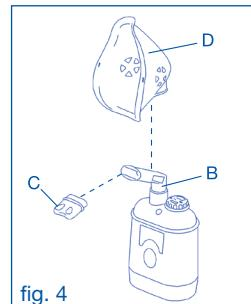

fig. 4
- 4.** Asseyez-vous confortablement, prenez le nébuliseur, portez l'embout buccal (B) à la bouche ou bien utilisez l'embout nasal (C) ou le masque (D) ou (E) (fig. 4).